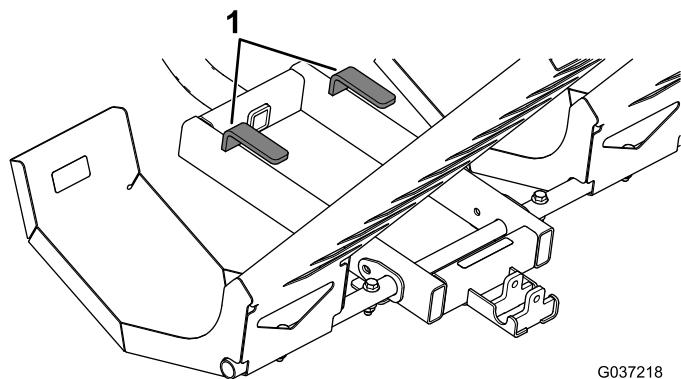

Figura 14
2. Azionate gli assali della concimatrice utilizzando i relativi supporti (Figura 14).